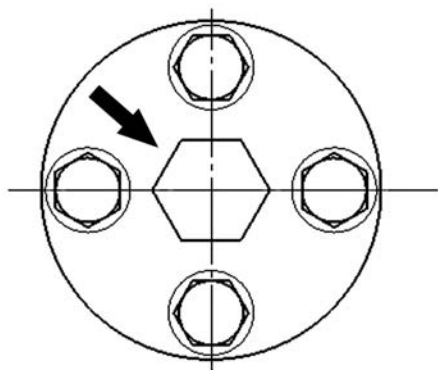

图 36
(1)用开关头盖的放气螺塞(图 36)给开关头放气:打开螺栓,拆下带槽口的塞子螺丝 M6,最大扭矩 2Nm。